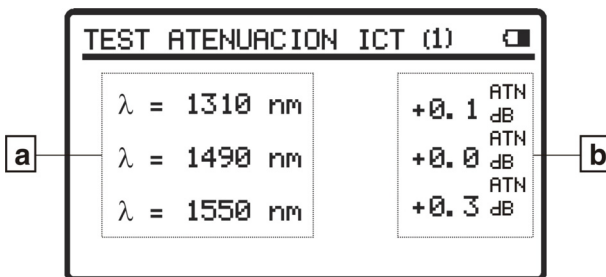

Figura 6.- Pantalla TEST ATENUACIÓN ICT (1).
- 2.- Pulse las teclas de cursor   [5] hasta que la flecha apunte hacia la opción **TEST ATENUACIÓN ICT (1)**.
- 3.- Pulse **SEL**  [4] o **CONFIG**  [2] para entrar en la función (ver figura 6).